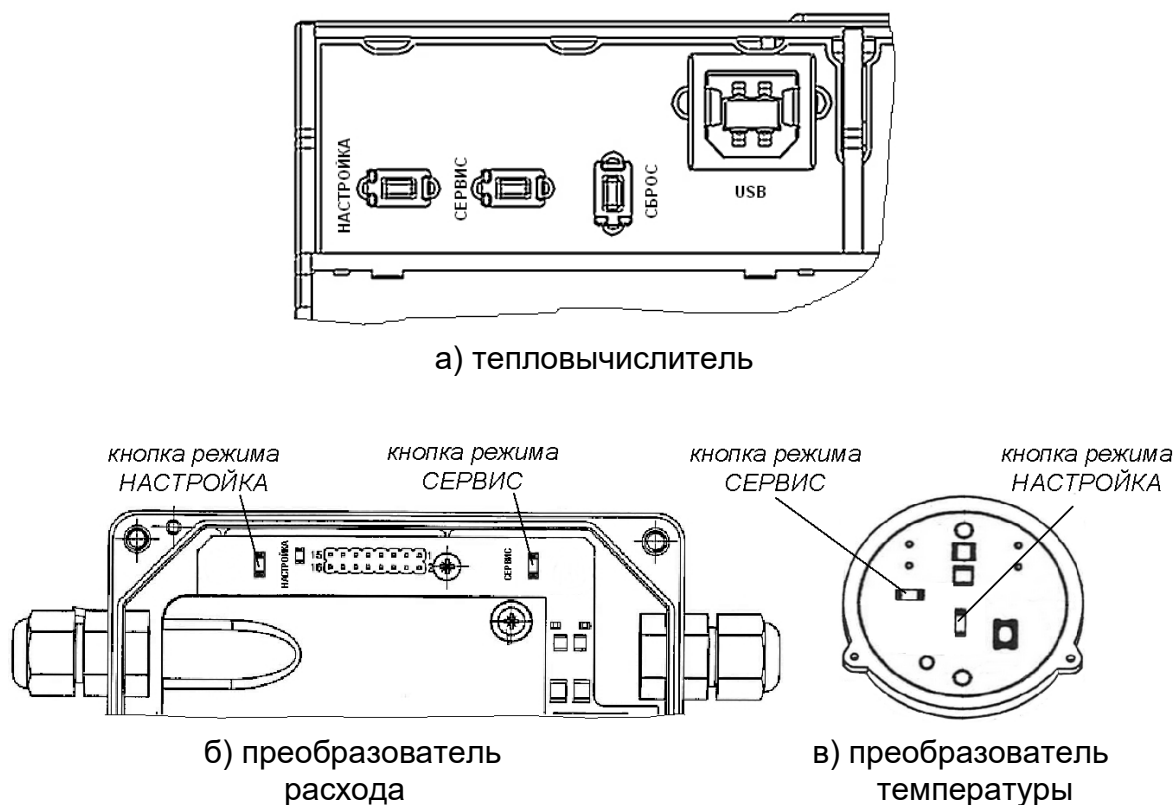

Рис.3. Расположение кнопок включения режимов ТВ, ПР и ПТ.
- 1.6.2. Режимы НАСТРОЙКА и СЕРВИС задаются по нажатию соответствующих кнопок, расположенных на платах ТВ, ПР и ПТ (рис.3).
В режим РАБОТА переход ТВ, ПР, ПТ происходит после отключения и последующего включения электропитания либо по истечении определенного промежутка времени, длительность которого определяется исходным установленным режимом. Также возможен перевод ТВ в режим РАБОТА после нажатия на его плате кнопки < СБРОС > (рис.3а).